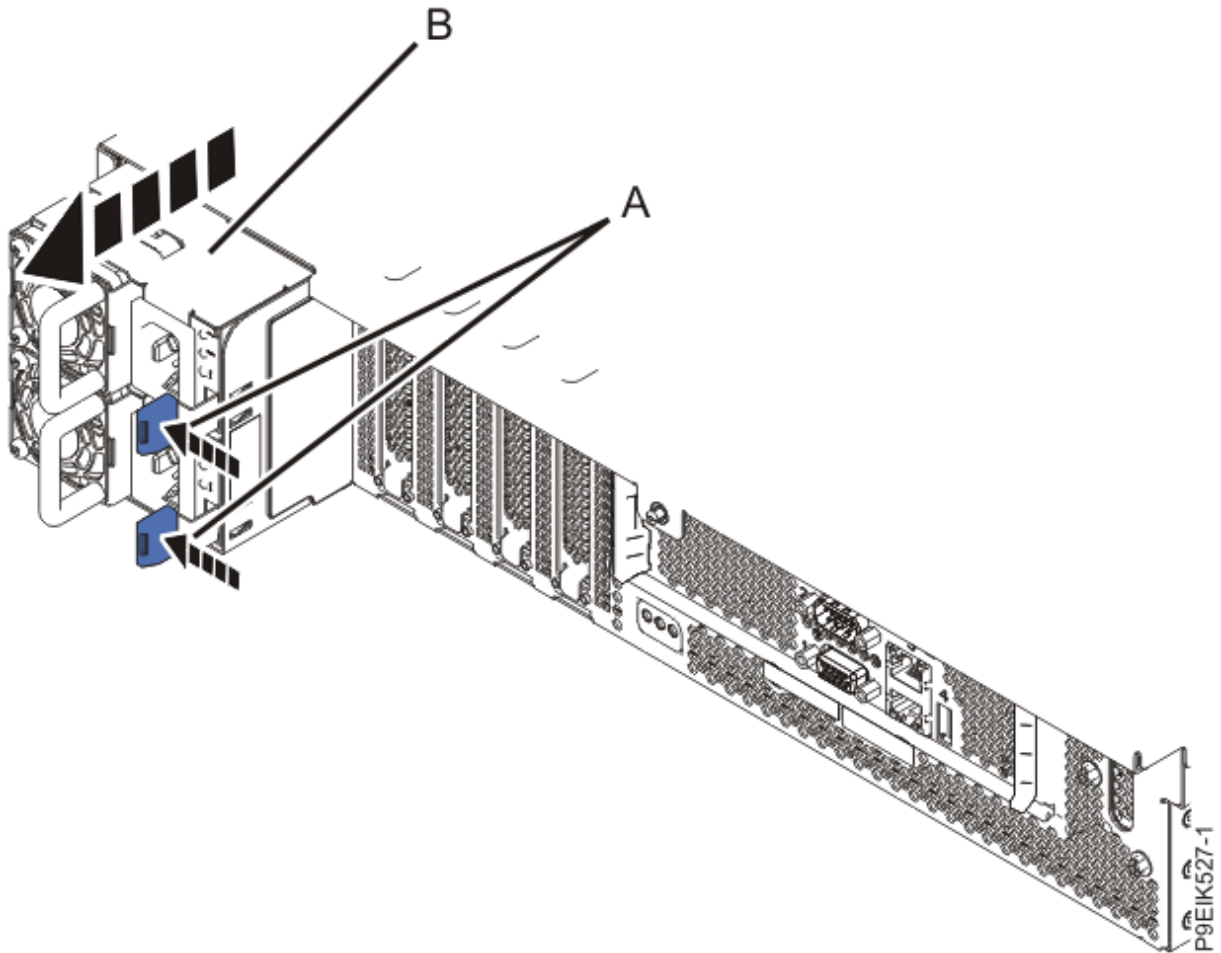

図 113. システムからの電源装置の取り外し
9. システムから電源装置を取り外します (143 ページの図 113 を参照)。